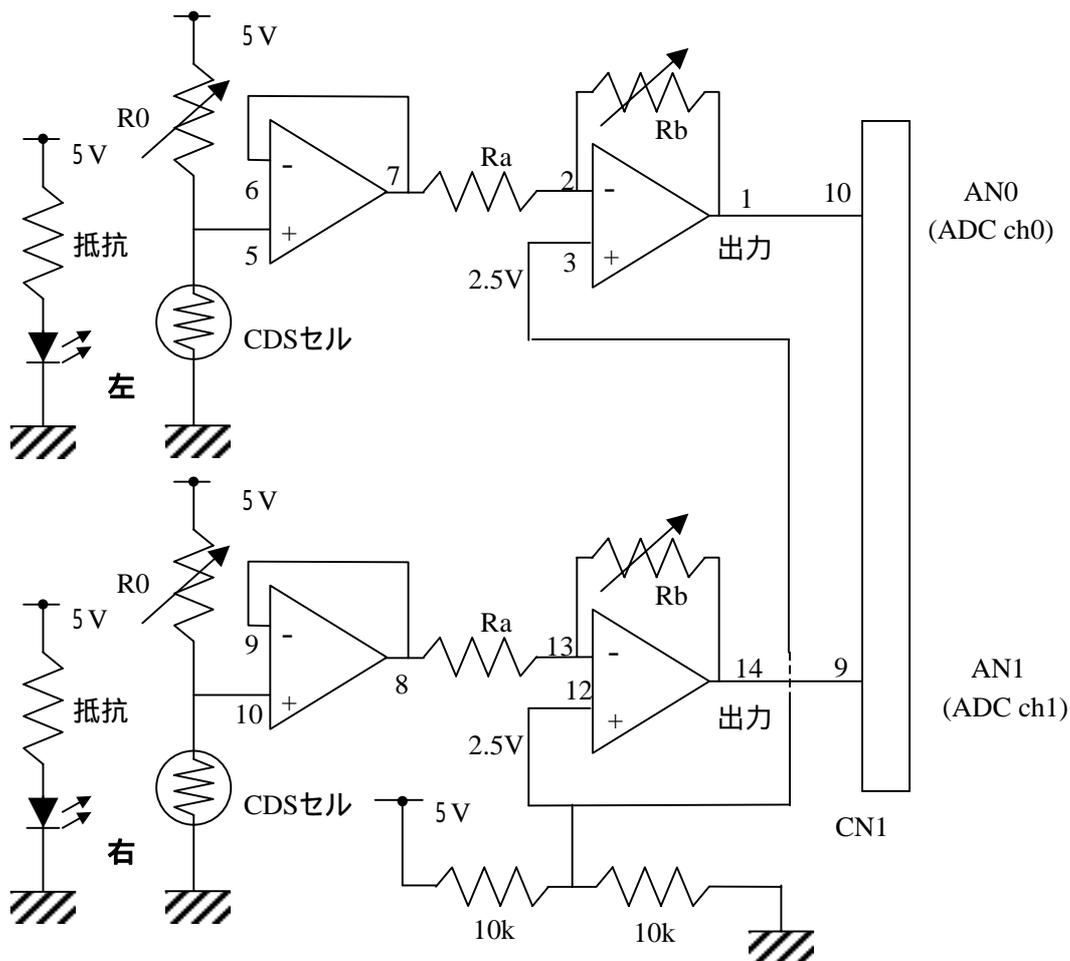
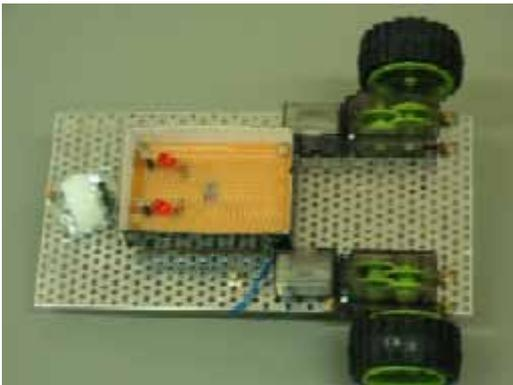
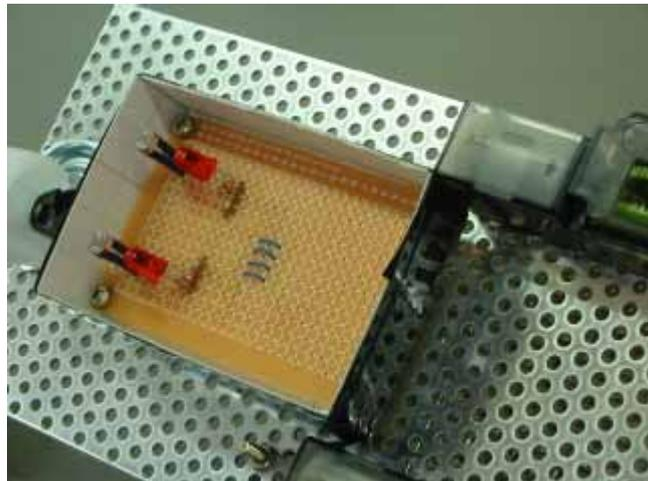
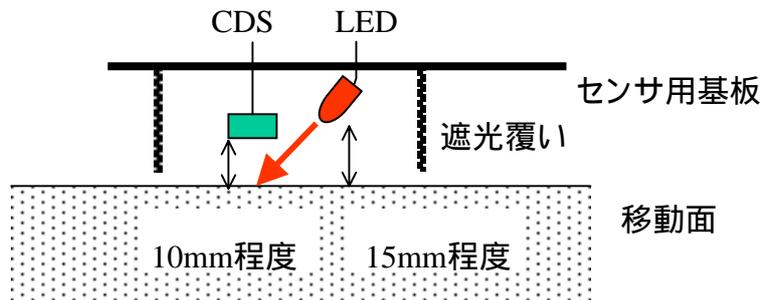

図7.1 光センサ回路
図 7.2 車体裏側 (左側が前)
図 7.3 光センサー部 (遮光覆いがついている)
図 7.4 照明 LED とセンサの移動面よりの高さ
照明用LED および光センサは左右 2ch 分を LED 光軸が CDS 直下になるように小基板に実装する。光センサ部にフォトトランジスタを使用する研究が終っている場合は、フォトトランジスタを用いた回路を使用してもよい。センサ回路の出力を CPU の AD コンバータ入力に接続する。図 7.1, 図 7.2, 図 7.3, 図 7.4 を参照すること。
(1) 調整したい方のセンサを黒ラインと白地に交互に置き, 光センサ出力 (オペアンプ初段への入力, 図 7.1 のオペアンプ 5 番ピン 10 番ピン) が 2.5V を中心に振れるように Rc を調整する。(2.0V から 3.0V とか 1.8V から 3.2V のようにする)
(2) 調整したい方のセンサを黒ラインと白地に交互に置き, 光センサ増幅回路の出力 (AD コンバータへの入力位置, 図 7.1 のオペアンプ 1 番ピン 14 番ピン) が 2.5V を中心に振れ, 最大で 4.5V, 最小で 0.5V 程度になるように Rb を調整する。